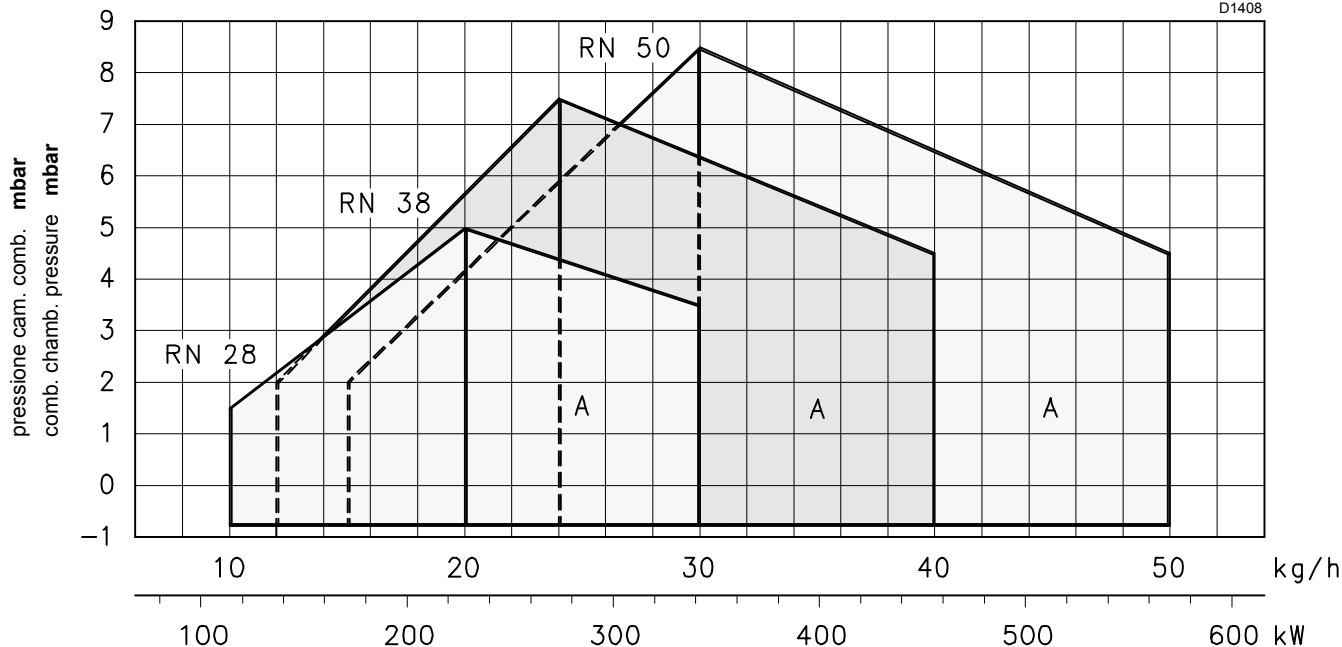

Fig. 5
**CAMPI DI LAVORO (Fig. 5)**
**WORKING FIELDS (Fig. 5)**